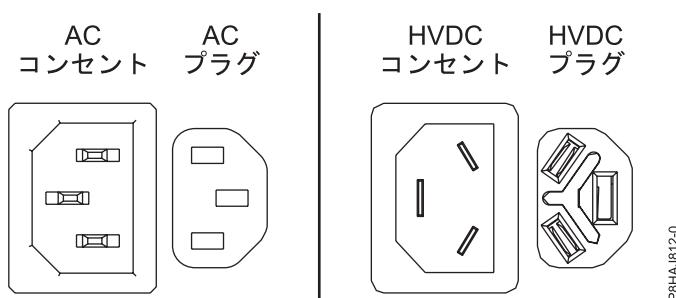
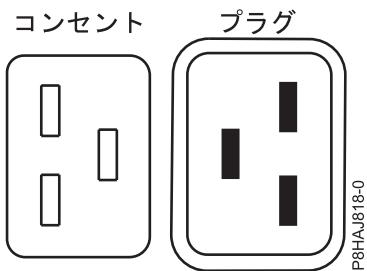
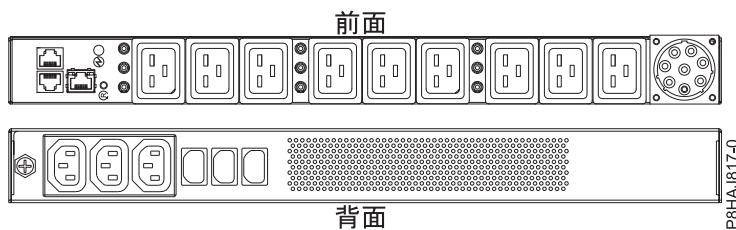

図 40. AC コネクターと HVDC コネクター
図 41. 8408-44E システムのコネクター
図 42. 8408-44E システムの PDU
- 電源コード (**A**) をシステム装置に再接続します。ご使用のシステムのタイプに応じて、59 ページの図 43、60 ページの図 44、または 60 ページの図 45を参照してください。図 40 は、サポート対象の交流 (AC) コネクターおよび高電圧直流 (HVDC) コネクターを示しています。59 ページの図 41 および 59 ページの図 42 は、8408-44E のサポート対象のコネクターおよび電力配分装置 (PDU) を示しています。